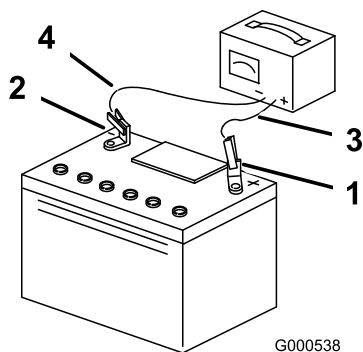

Bild 44
4. Ziehen Sie, wenn die Batterie voll geladen ist, den Stecker des Ladegeräts aus der Dose. Klemmen Sie dann die Klemmen des Ladegeräts von den Batteriepolen ab (Bild 44).